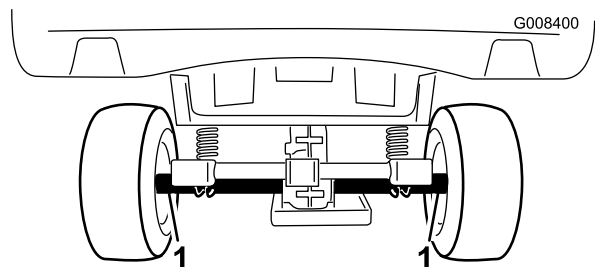
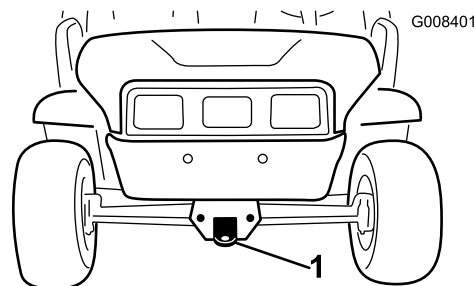

Figura 17
Figura 18
fissato al rimorchio. Vedere Figura 17 e Figura 18 per conoscere la posizione dei punti di attacco.
2. Fissate una fune di traino al timone sulla parte anteriore del telaio (Figura 18).